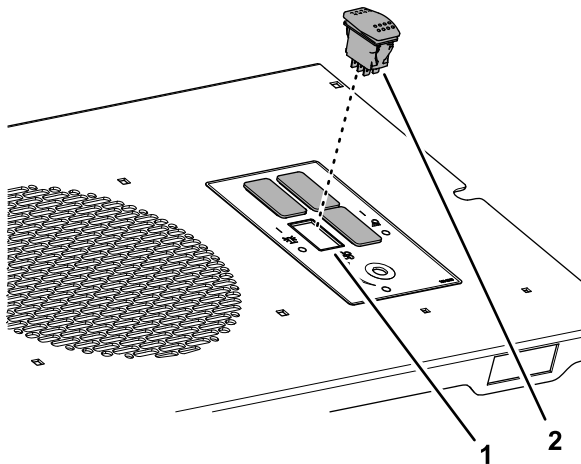

図 11
6. スイッチパネルのビーコンスイッチ用開口部をふさいでいるプラグを取り外す 図 11。